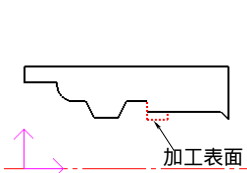

图 4-157 拾取切槽加工工件表面轮廓
4) 拾取加工轮廓。当单击切槽参数表中的“确定”按钮后，在状态栏中系统提示用户拾取被加工工件表面轮廓，单击立即菜单，在其下拉菜单中选取“单个拾取”方式，拾取切槽加工工件表面轮廓，如图 4-157 所示，所有选择的线条都变成了红色，然后单击鼠标右键结束被加工工件表面轮廓的拾取。